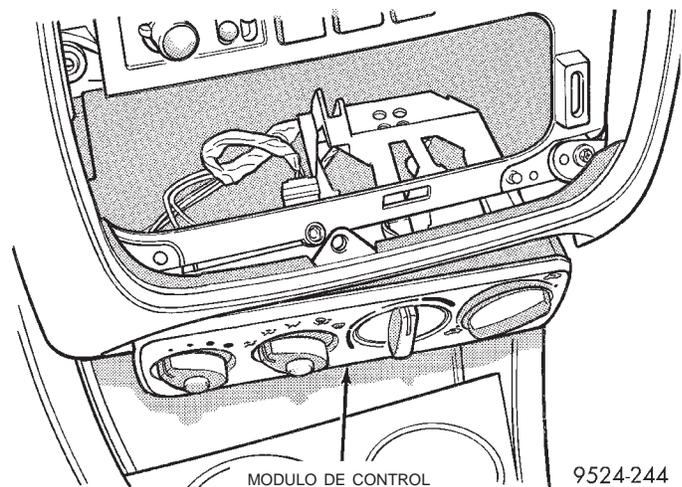

Fig. 31 Módulo de control de la abertura del marco
(5) Retire el marco del cubículo del encendedor de cigarrillos/hueco auxiliar y el cableado.
(6) Retire los tornillos que sujetan el módulo de control.
(7) Deje caer el módulo de control del A/A en la abertura del marco del cubículo del encendedor de cigarrillos/hueco auxiliar (Fig. 31). Desconecte después el cableado de la parte de atrás del módulo de control.